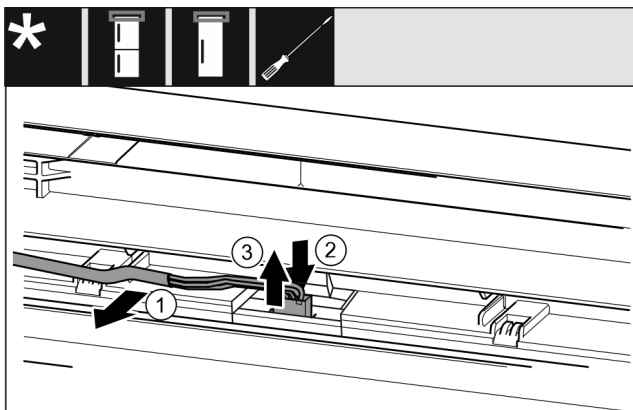

Fig. 14 Réfrigérateurs-congérateurs / congérateurs / réfrigérateurs
- Désolidariser avec précaution le câble Fig. 14 (1) du guide dans la porte.
- Pousser la languette Fig. 14 (2) derrière le connecteur vers l'arrière.
- Retirer avec précaution le connecteur Fig. 14 (3) par le haut.